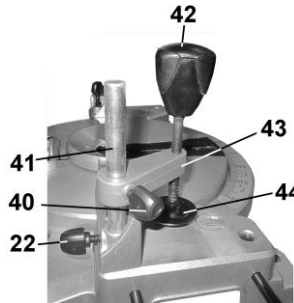

Рис. 4
8.4. Установка струбины (Рис. 4)
8.4.3. Как показано на (Рис. 4), установите стойку струбины (41) в посадочное отверстие.